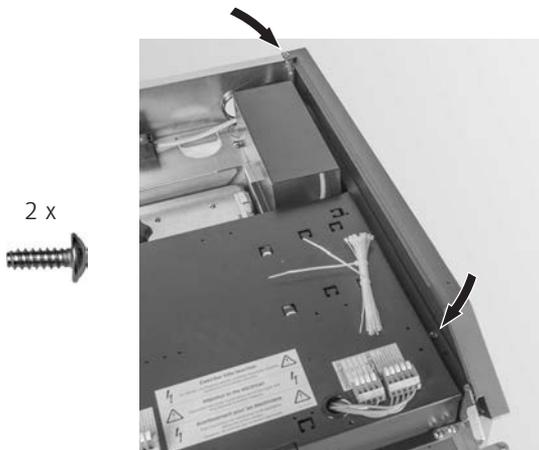

Fig. 61 Verkleidungsoberteil aufstecken und anschrauben
- Verkleidungsoberteil bei Seitenwand rechts aufstecken und mit je 2 Blechschrauben befestigen – Fig. 61.